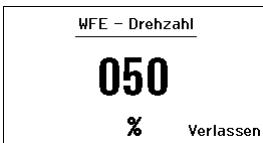

Abb. 35
Die WX 1 Lötstation erkennt automatisch, welches Zusatzgerät angeschlossen ist. Die WX 1 Lötstation zeigt die Schnittstelle vorn (23), siehe Abb. 35) oder die Schnittstelle hinten, das Symbol oder den Namen des angeschlossenen Zusatzgeräts (23/18) an.